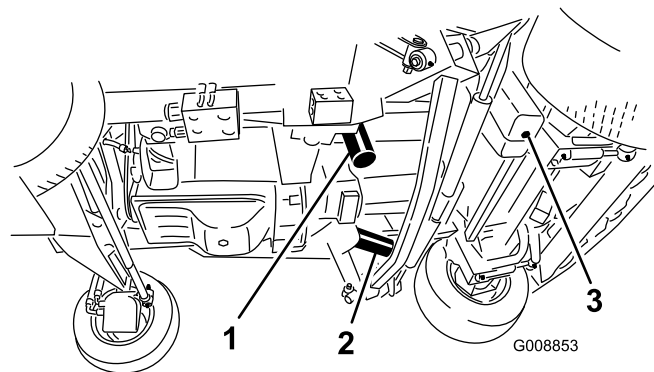

Bild 89
3. Nehmen Sie die Ablassschraube unten am Behälter ab und lassen Sie die Hydraulikflüssigkeit in die Auffangwanne ablaufen (Bild 89). Schrauben Sie die Ablassschraube wieder fest ein, wenn keine Flüssigkeit mehr austritt.
4. Reinigen Sie die Kontaktfläche um den Filter. Stellen Sie eine Auffangwanne unter den Filter und entfernen den Filter (Bild 89).